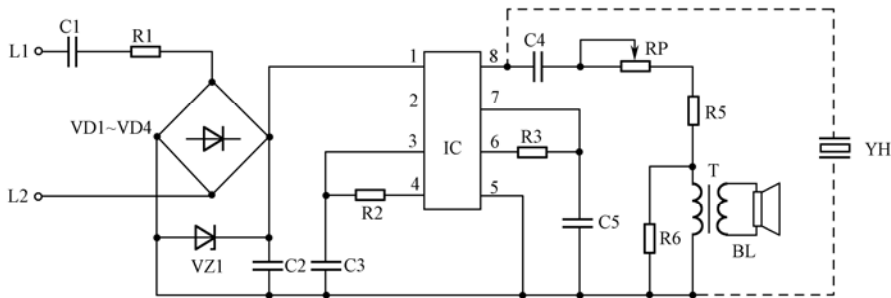

图 1-2-10 典型电话机振铃电路
采用双音调振铃集成电路的典型电话机振铃电路如图 1-2-10 所示。
1. 简述如图 1-2-10 所示的典型电话机振铃电路的工作原理。